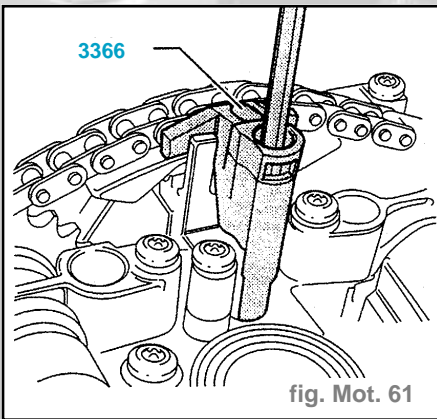

fig. Mot. 61
- Freiner le dispositif de distribution variable ou le tendeur de chaîne avec le support du tendeur de chaîne **3366** (fig. Mot. 61).